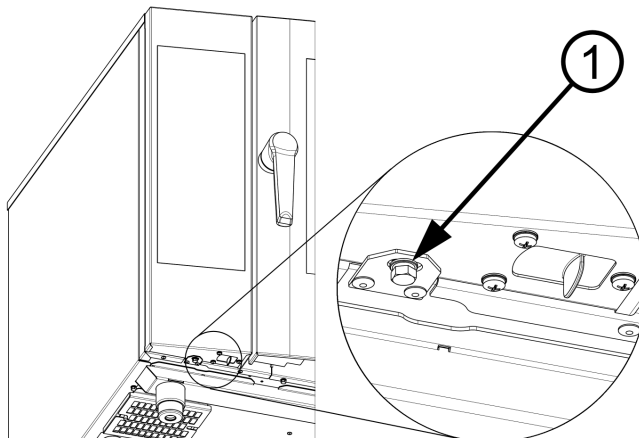

Рисунок 11: Освободите панель управления
Ослабьте крепления панели управления, отвинтив болт М4 с шайбой (1) под нею (рис. 11), снимите ее движением вверх, затем потяните на себя и извлеките панель полностью.